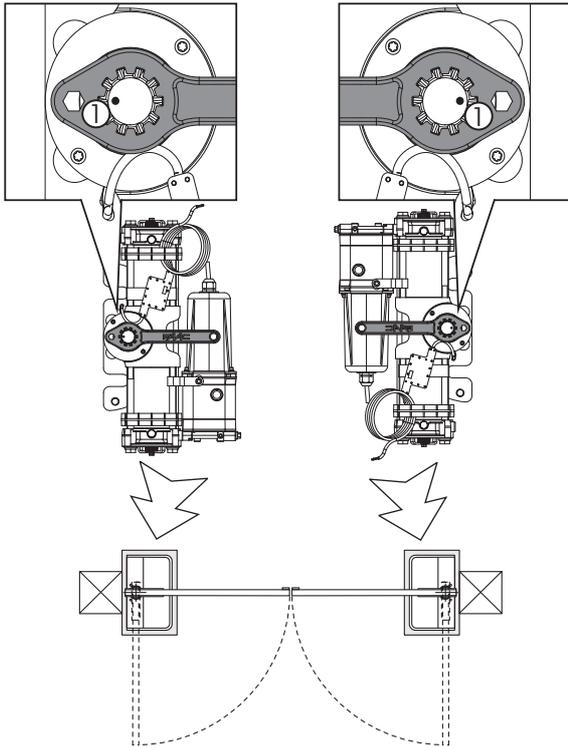

Fig.6
- 6) **Sin quitar el piñón** introduzca la llave que se le suministra en el operador (**Compruebe la posición del buril en el piñón Fig.6 ref.①**) y si es necesario, gire el piñón para corregir la posición (**Importante para el acoplamiento correcto entre piñón-casquillo ranurado en la fase de montaje**).